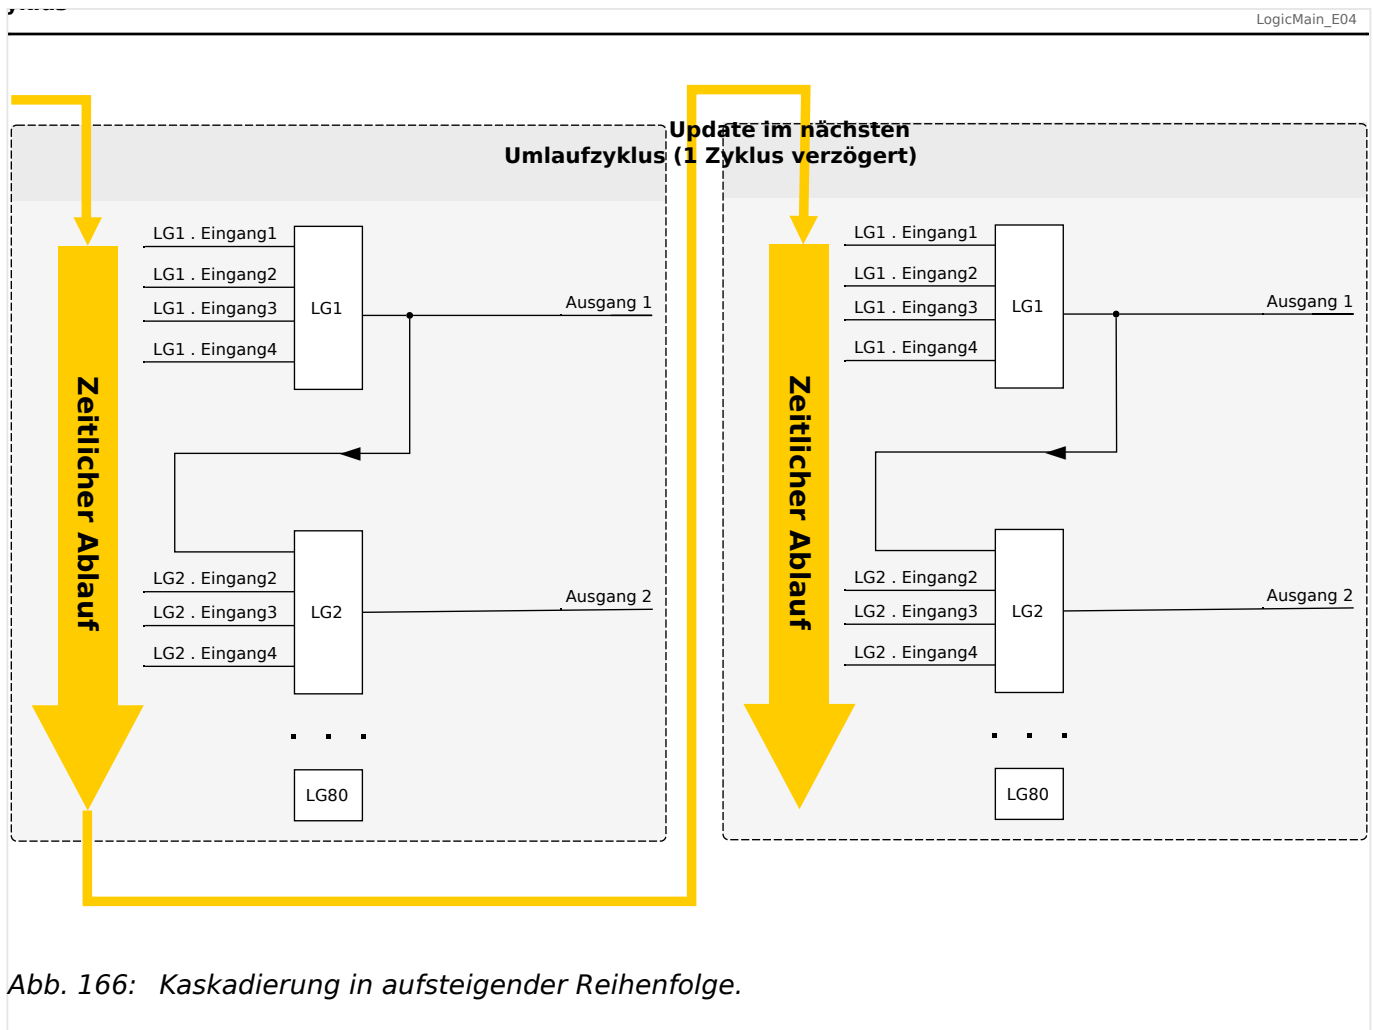
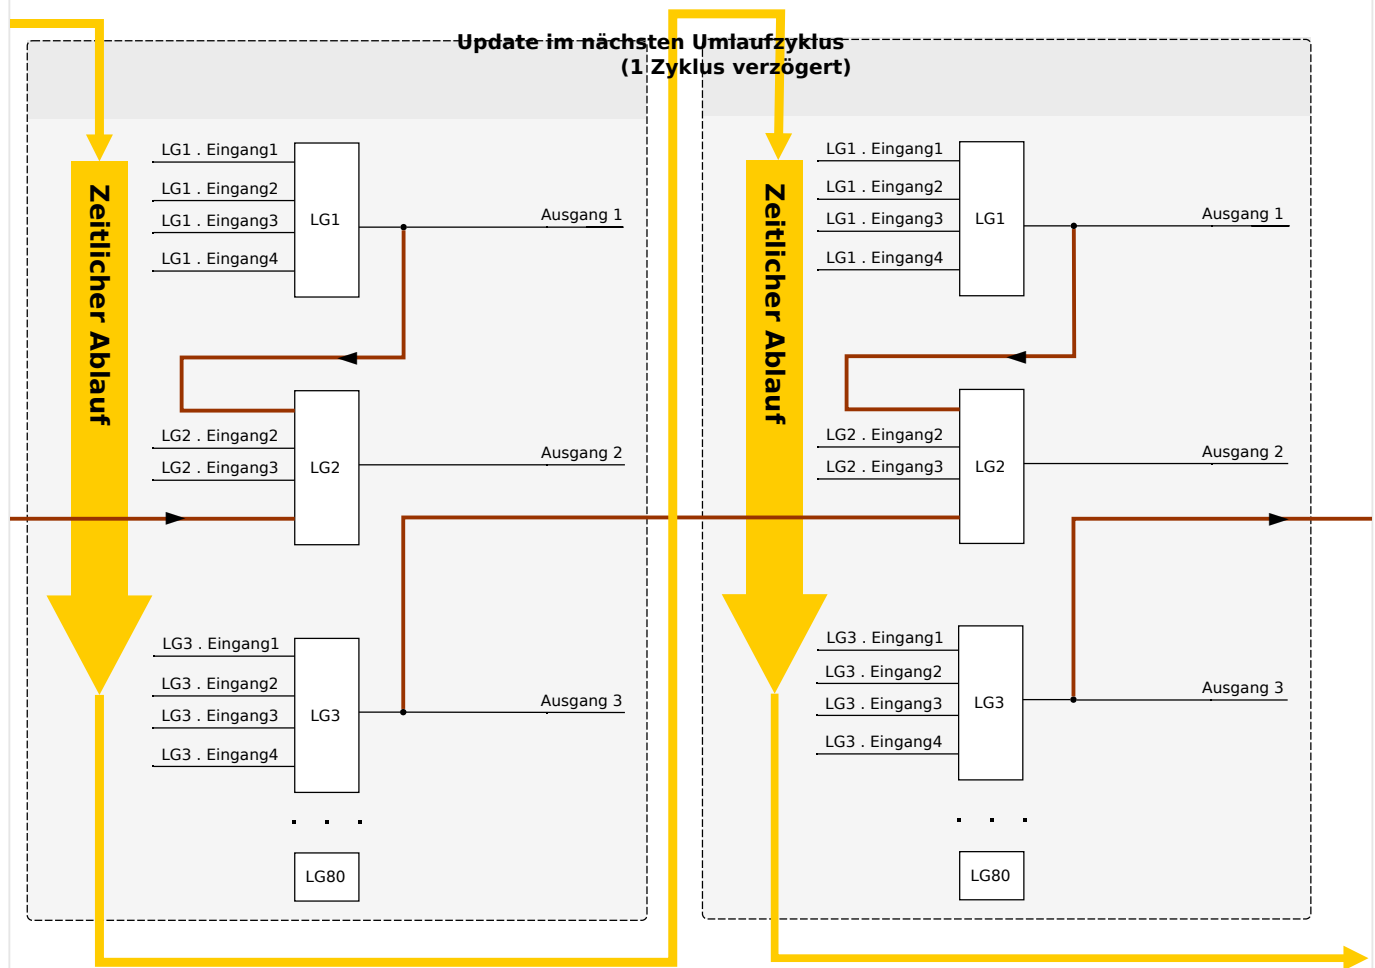

Abb. 166: Kaskadierung in aufsteigender Reihenfolge.
Abb. 167: Kaskadierung in absteigender Reihenfolge.
- Kaskadierung in **aufsteigender** Reihenfolge bedeutet, dass der Ausgang einer Logikgleichung auf den Eingang einer Logikgleichung mit **höherer** Nummer rangiert wird. Das Diagramm →Abb. 166 weiter unten zeigt ein Beispiel, bei dem der Ausgang von LG1 auf einen Eingang von LG2 rangiert wird.
- Kaskadierung in **absteigender** Reihenfolge bedeutet, dass der Ausgang einer Logikgleichung auf den Eingang einer Logikgleichung mit **niedrigerer** Nummer rangiert wird. Das Diagramm →Abb. 167 zeigt ein Beispiel, bei dem der Ausgang von LG3 auf einen Eingang von LG2 rangiert wird.
Bei der Konfiguration des Schutzgerätes bestehen keinerlei Einschränkungen oder Unterschiede zwischen aufsteigender und absteigender Reihenfolge. Da allerdings während der Laufzeit des MRA4 die Logikgleichungen in aufsteigender Reihenfolge ausgewertet werden, haben die resultierenden Ausgangswerte, die am Eingang der Logikgleichung anstehen, ein unterschiedliches „Alter“, wie in →Abb. 166 und →Abb. 167 veranschaulicht wird.
Das in Abb. 167 gezeigte Beispiel zeigt eine Konfiguration von „Logikgleichung 2“, die den Ausgang von zwei weiteren Logikgleichungen, „Logikgleichung 1“ und „Logikgleichung 3“, als Eingangszustände verwendet. Hierbei ist der Ausgang von „Logikgleichung 1“ in aufsteigender Reihenfolge verwendet, sodass der Wert in jeweils demselben Prozesszyklus ermittelt wird. Der Ausgang von „Logikgleichung 3“ wird in absteigender Reihenfolge verwendet, sodass der Wert in dem jeweils vorherigen Prozesszyklus ermittelt wurde.